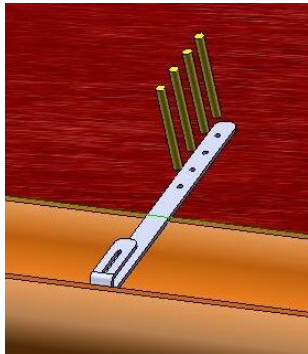

fig. 4
Montaggio (fig. 4 - 5 - 6 - 7 - 8 - 9)
- Utilizzando una piattaforma di lavoro in sicurezza, fissare la staffa di aggancio sulla superficie del tetto, mediante tasselli M8 in grado di sopportare gli sforzi elencati nel punto 5 a pag. 4 (fig. 4 a pag. 9);